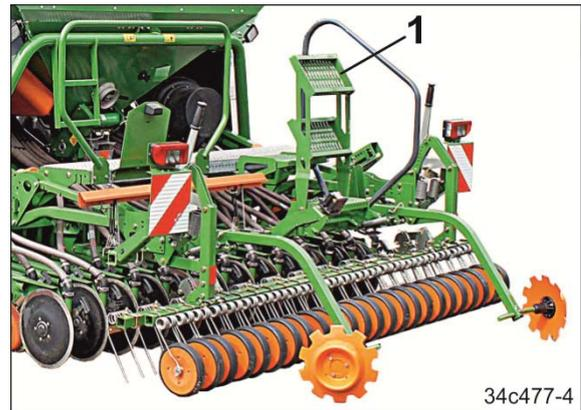

Fig. 110
1. Plegar los peldaños (Fig. 110/1).